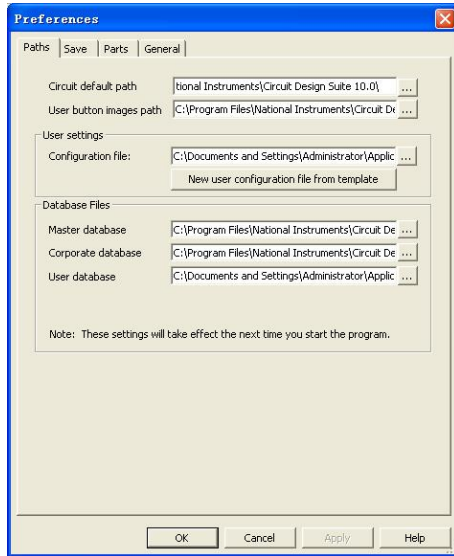
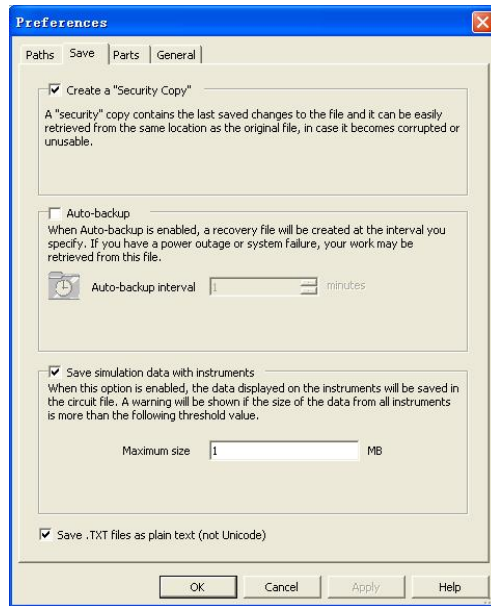

图 1-6 Paths 选项卡
图 1-7 Save 选项卡
执行 Options 菜单中的 Global Preferences 命令，即出现 Preferences 对话框，如图 1-6 所示。Preference 对话框中有 4 个选项卡，每个选项卡中包括若干个功能选项。通过这 4 个选项卡可对软件的全局界面进行定制。
1) Paths 选项卡如图 1-6 所示。Paths 选项卡可对路径进行设置。
- ① Circuit default path: 电路默认路径。
- ② User button images path: 用户按钮图像路径。
- ③ User settings: 用户设置区。
- ④ Database Files 数据库文件区：
2) Save 选项卡如图 1-7 所示。Save 选项卡用于设置保存。